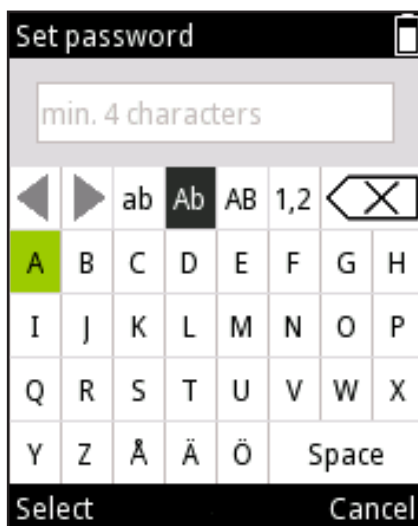

Abb. D47.
4. Geben Sie das Passwort über die **virtuelle Tastatur** ein (Abb. D47). Wenn Sie fertig sind, drücken Sie  (**Done**).